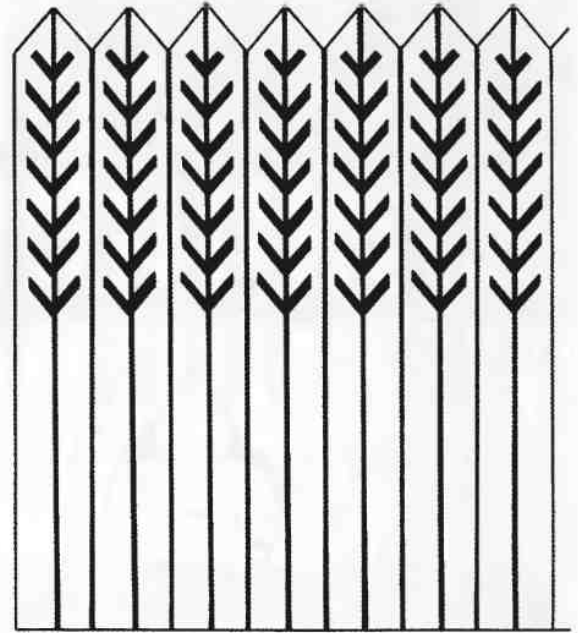

Рис. 510. Забор из двоянных узких досок. Угол наклона вырезов около 50°. Целесообразно подчеркнуть «стволы» и границы елочек снятием фасок с кромок досок
**Варианты выполнения фигурных заборов.** На рис. 510—515 показано несколько видов заборов, которые в меньшей или большей степени можно считать дополнительным украшением ансамбля дома. Конструкция большинства из них понятна из рисунков и подписей к ним, но к некоторым потребуются пояснения, которые мы приводим ниже.